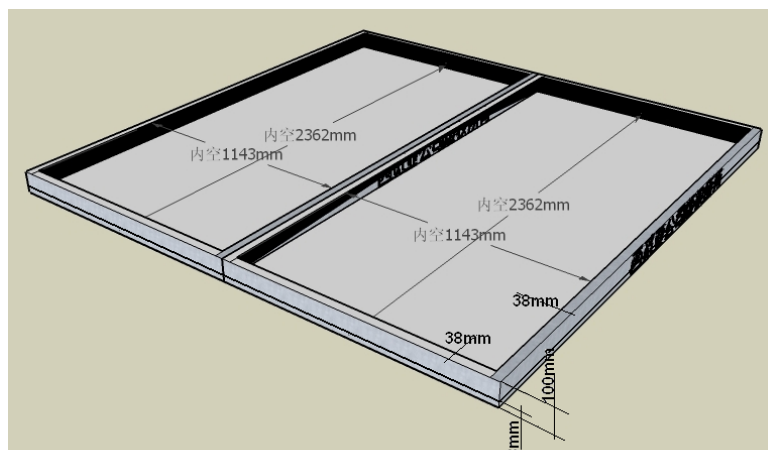

图2 赛台尺寸
3.2.2 单个赛台的内部尺寸长为 1143mm、宽 2362mm，四周装有边框，高为 $77\text{mm} \pm 13\text{mm}$ ，厚度为 38mm，赛台底板厚度为 18mm，如图 2 所示。边框内侧为黑色。组装好的赛台边框内高为 $77\text{mm} \pm 13\text{mm}$ 。
3.2.4 比赛时两张赛台背靠背放在一起，如图 2 所示。两支参赛队各占一张赛台。参赛队员面向赛台时，赛台左西右东，场地膜上有一个表示方向的标志。为了便于操作，赛台会架高 500~650mm。参赛队自己练习时可以只用一张赛台，称为“半台”。